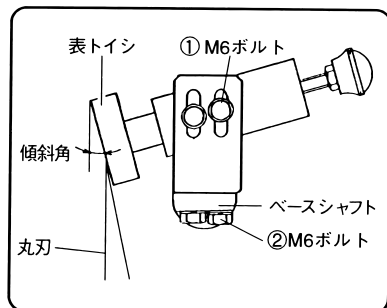

図 31
(1) 表トイシ、裏トイシは各々側面の①M6 ボルト(図 31)をゆるめると単独で高さや傾斜角を変えることができます。